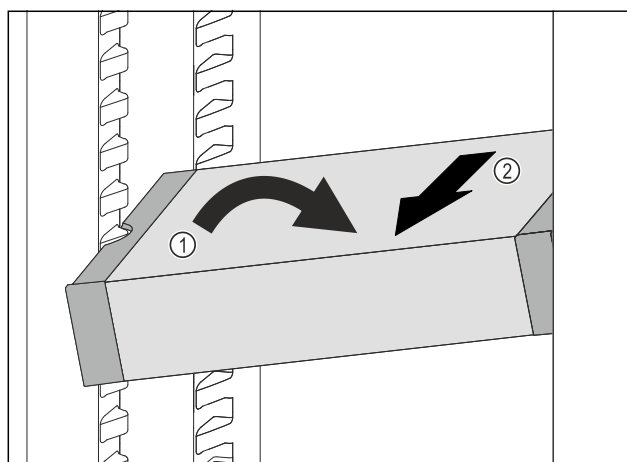

Fig. 117
- VarioSafe in het koelgedeelte schuin zetten. Fig. 117 (1)
- VarioSafe naar voren toe verwijderen. Fig. 117 (2)